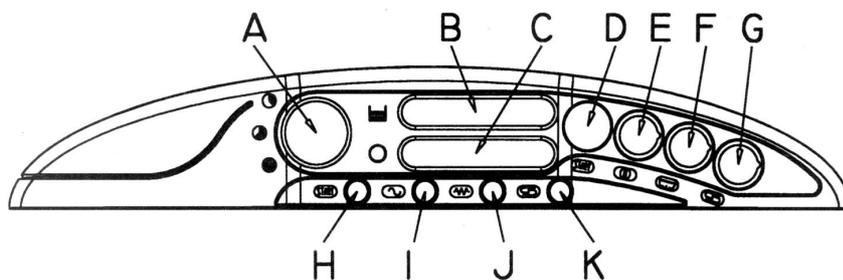

Рис.1. Серия АЕ, АР. Электромеханическая панель управления
5. Включите машину при помощи сетевого выключателя (см.рис.1, 2). При этом должен загореться зеленый световой индикатор «СЕТЬ», оповещающий о том, что оборудование включено, и начнется автоматическое наполнение резервуара водой. Через 30 – 35 мин должен загореться световой индикатор «ГОТОВ К РАБОТЕ».